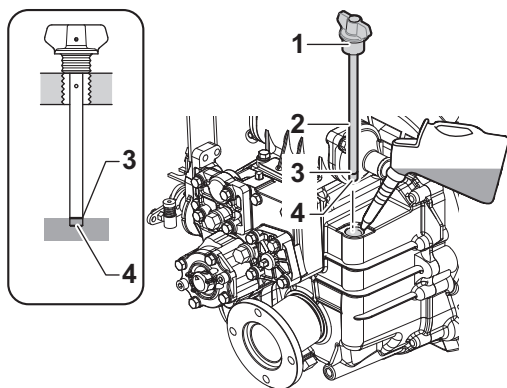

Figure 7
2. Togliere il tappo del bocchettone di riempimento (**Figure 7, (1)**) in cima all'alloggiamento.
3. Rimuovere l'asta di livello dell'olio (**Figure 7, (2)**) e pulirla con un panno pulito.
4. Reinserire l'astina fino in fondo senza avvitare. Vedere l'immagine (**Figure 7**).
5. Estrarre l'astina di controllo. Il livello dell'olio deve essere compreso tra la tacca superiore (**Figure 7, (3)**) e la tacca inferiore (**Figure 7, (4)**) dell'asta di livello.
3. Riempire di olio fino al limite superiore (**Figure 7, (3)**) dell'asta di livello. *Vedere Specifiche dell'olio per l'invertitore a pag. 61.*